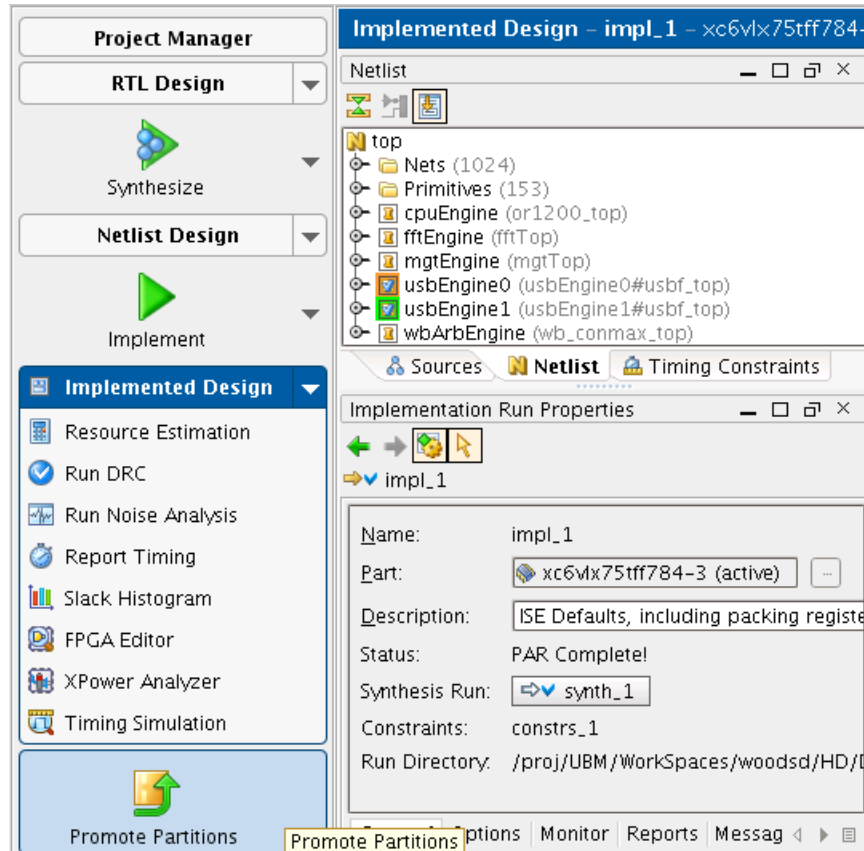

図 11 : パーティションのプロモート
4. Flow Navigator で [Promote Partitions] をクリックし、合成およびインプリメンテーション結果をプロモートします。図 11 を参照してください。